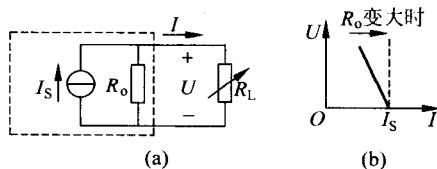

图 1.10 理想电流源的符号及伏安特性曲线
**电流源模型**由恒流源并联一个电阻组成,其电路符号和伏安特性曲线分别如图 1.10(a)和(b)所示。其中,  $I_s$  为恒流源,并联电阻  $R_o$  称为电流源的**内阻**或**输出电阻**。
由图 1.10(a)可知,电流源的伏安特性表达式为
从电流源模型的特性曲线可以看出,  $R_o$  越大, 电流源的特性曲线就越靠近恒流源的特性曲线(图 1.10(b)中虚线)。当  $R_o = \infty$  时, 电流源模型就变成了恒流源模型, 所以认为恒流源是内阻无穷大的电流源。当恒流源的电流等于 0 时, 恒流源就等效成为一个无穷大的电阻, 即相当于开路。